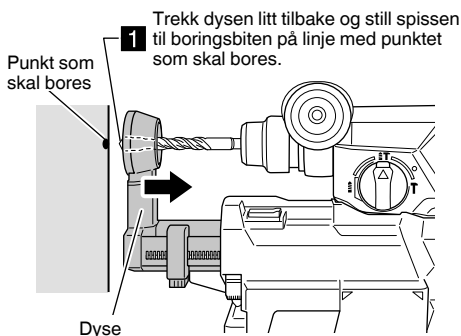

Fig. 10
(1) Grip dysen med hånden din og trekk den litt tilbake, og sett den spissen til boringsbiten på linje med punktet som skal bores. (Fig. 10)